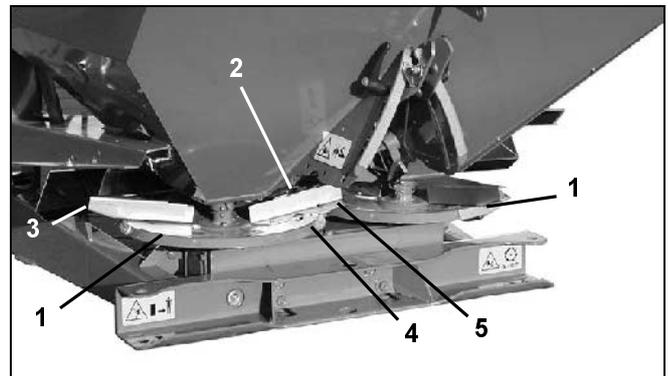

Fig. 6
Los discos de distribución "Omnia-Set" (Fig. 6/1) se giran en la dirección de la flecha y cada uno está dotado de una paleta distribuidora corta (Fig. 6/2) y una larga (Fig. 6/3).
**Girando las paletas distribuidoras** sobre los discos de distribución se pueden regular **diferentes anchuras de trabajo** entre **10 y 18 m** en función del tipo de abono. La regulación continua de las paletas distribuidoras oscilantes se realiza de acuerdo con los datos de la **Tabla de distribución**. Los **valores de regulación** correspondientes se pueden leer en la **escala graduada (Fig. 6/4)**. El **dispositivo regulable para la distribución en líneas** para el cultivo de fruta y de lúpulo (accesorio especial) permite ajustar las **anchuras de trabajo** entre **2 y 5 m**.
Al elevar sin necesidad de herramientas las aletas oscilantes (Fig. 6/5) de serie, se puede adaptar la abonadora para realizar el abonado de cobertera.